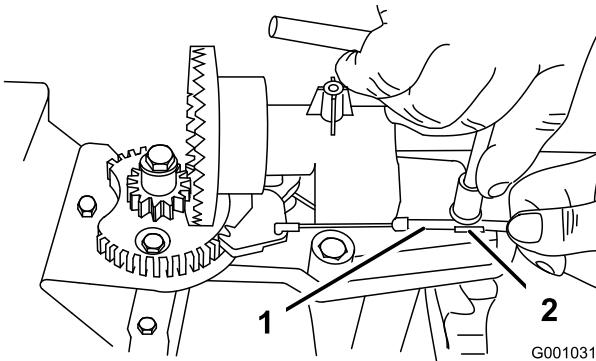
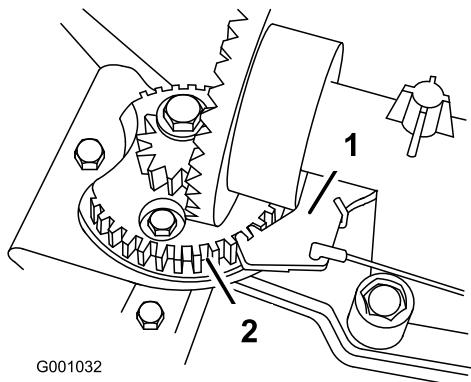

Figure 47
Figure 48
- Desserrez le boulon du serre-câble (Figure 47).
- Saisissez la gaine du câble et déplacez-la vers l'avant de la machine jusqu'à ce que le cliquet de verrouillage de l'éjecteur s'engage complètement dans les dents du secteur (Figure 47 et Figure 48).
Remarque: Le cliquet est rappelé par ressort et s'engage naturellement dans les dents du secteur (Figure 48).